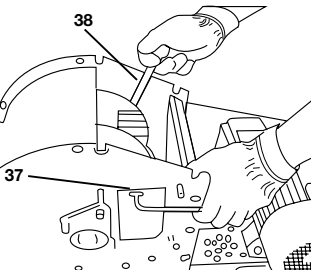

Bild 31
- Rotor so drehen, dass eine Schlägerachse durch die Öffnung sichtbar ist (siehe „Bild 31“).
- Senkschraube (37) (SW 6) an der Schlägerachse lösen und herausdrehen (siehe „Bild 31“).
- Auf der gegenüberliegenden Seite der Senkschraube ist eine Schlüsselfläche an der Schlägerachse angebracht, die Schlägerachse kann mit einem Gabelschlüssel (38) (SW 13) gehalten werden (siehe „Bild 31“).